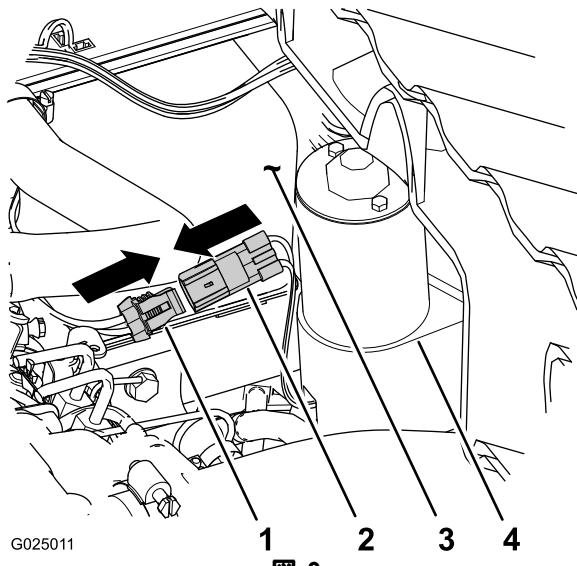

図 8
3. 昇降アクチュエータの2ピン・コネクタを、車両用後部ハーネスの2ソケット・コネクタに接続する(図 8)。